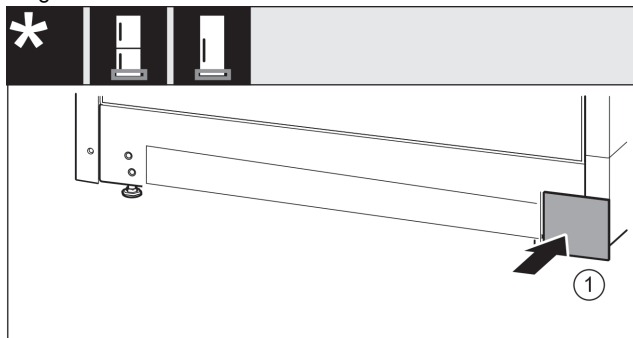

Fig. 23
- Remettre le cache Fig. 23 (1) en place de l'autre côté.